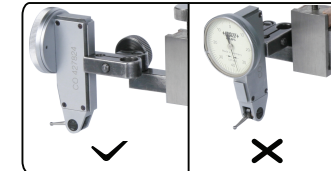

Abb.2
---Installieren Sie die Messuhr wie in Abb.2 gezeigt.